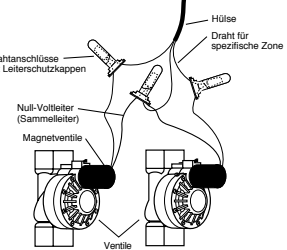

ABBILDUNG 17: Anschluss der Zeitschaltuhrleitungen an die Ventile
- Jedes Ventil besitzt zwei Leitungen. Ein Draht muss als Null-Voltleiter angeschlossen werden. Die Null- Voltleiter für alle Ventile können zu einem Sammelleiter zur Zeitschaltuhr zusammengeschlossen werden. Der andere Ventildraht muss an den spezifischen Stationsdraht angeschlossen werden, der das Ventil steuern soll [siehe Abb. 17].